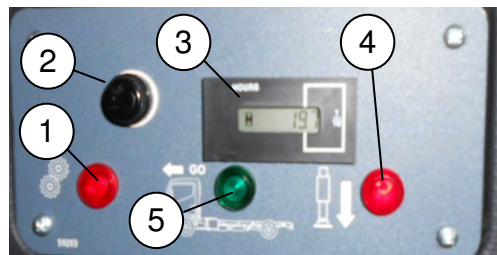

fig. 2.11.4
se dopo aver chiuso gli sfili della stabilizzazione rimane accesa la spia rossa (pos. 4 fig. 2.11.4) e rimane spenta la spia verde (pos. 5 fig. 2.11.4) con il segnalatore acustico della stessa attivo, è presente un guasto. In tale caso contattare l'assistenza.